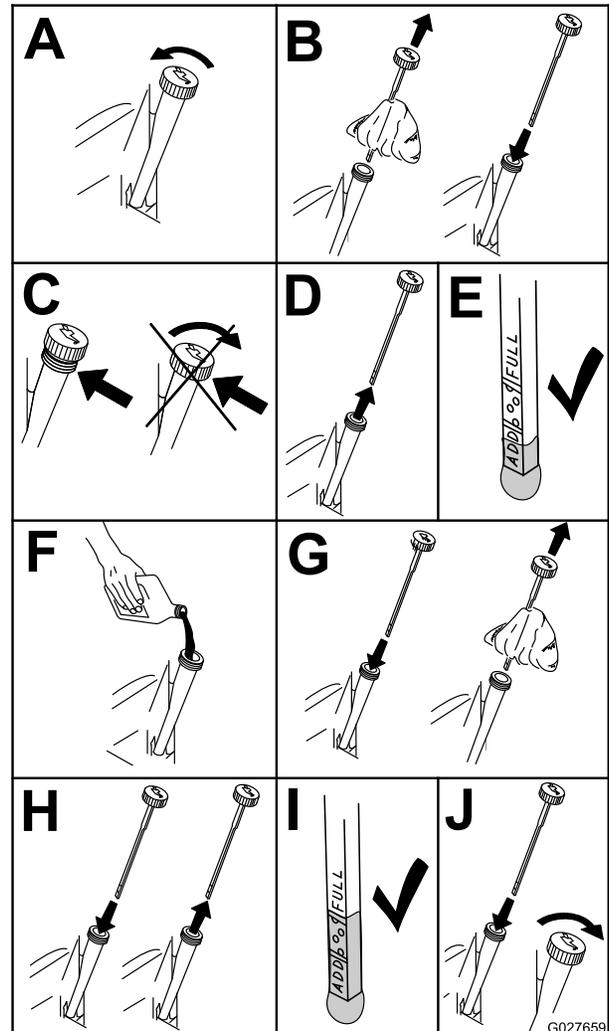

Figura 48
2. Pare el motor, retire la llave y espere a que se detengan todas las piezas en movimiento antes de abandonar el puesto del operador (Figura 48).